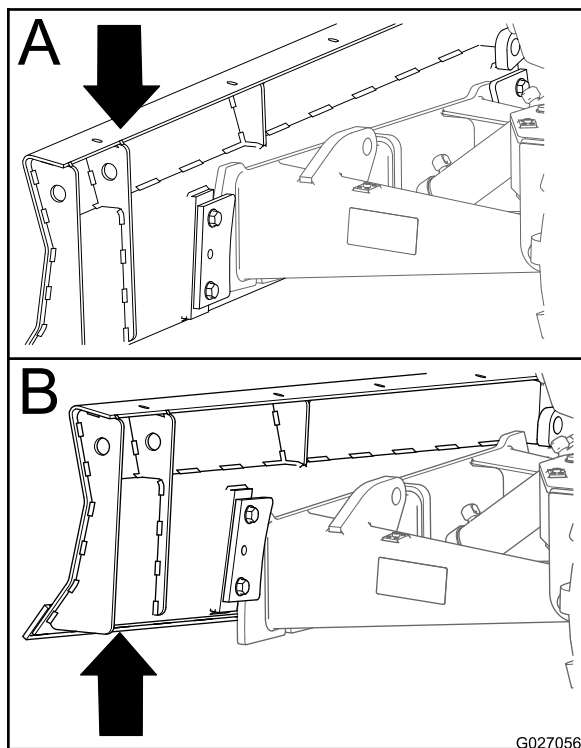

Figure 35
4. Vérifiez que la lame de remblayage est montée avec un ajustement glissant en la déplaçant à la main (Figure 35).